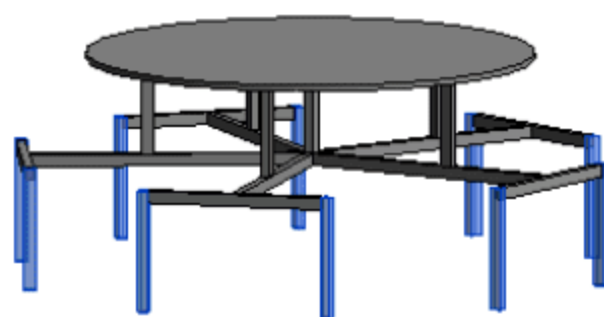

图 8.3.50 支架 E 效果图
(13) 编辑可见性并添加材质。首先, 选中支架 E 图元, 在“属性”面板中编辑“可见性/图形替换”选项, 取消“平面/天花板平面视图”复选框的选择, 单击“确定”按钮。其次, 添加支架 E 的材质, 选择或添加“不锈钢”类型, 单击“确定”按钮, 如图 8.3.50 所示。